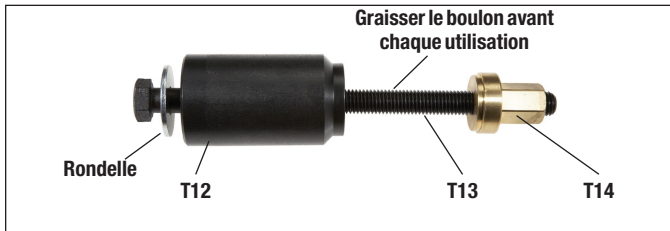

Figure 70 – Outil d'extraction de la douille en laiton
5.6.12 Former l'outil d'extraction de la douille en laiton dans la colonnette guide longue : agencer le boulon long (T13), la rondelle et le manchon (T12) comme dans les Figures 70 et 71.